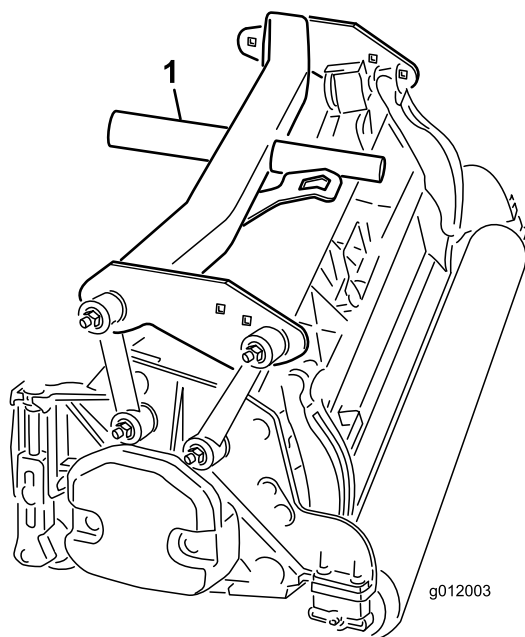

**Figura 17**
- Sujete los acoplamientos de montaje delanteros a los taladros centrales de los bastidores de tiro con un perno (3/8 x 2-1/4 pulgadas), 2 arandelas planas y una contratuerca, según se muestra en Figura 17. Coloque una arandela en cada lado del acoplamiento al montarlo. Apriete las fijaciones a 42 N-m.
- Sujete los acoplamientos de montaje traseros a los taladros centrales de los bastidores de tiro con un perno (3/8 x 2-1/4 pulgadas), 2 arandelas planas y una contratuerca, según se muestra en Figura 17. Coloque una arandela en cada lado del acoplamiento al montarlo. Apriete las fijaciones a 42 N-m.